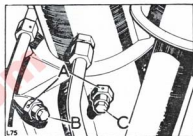

Fig. 81. Cebado de la bomba de inyección.
1.º Se purgará el sistema en la forma antes explicada, pero antes de poner en marcha el motor se aflojará el tornillo de ventilación del cuerpo de la bomba, y se accionará la bomba de cebado hasta que fluya el líquido sin burbujas y se apretará el tornillo (fig. 81).